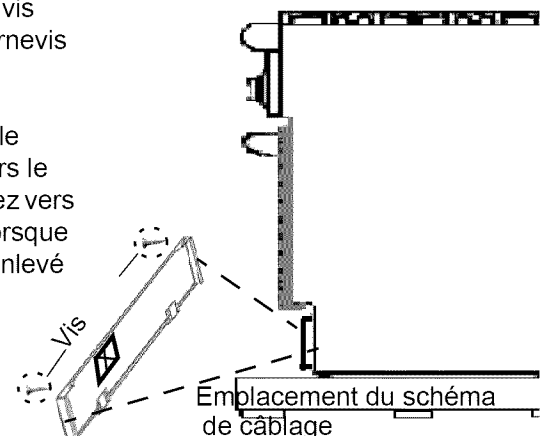
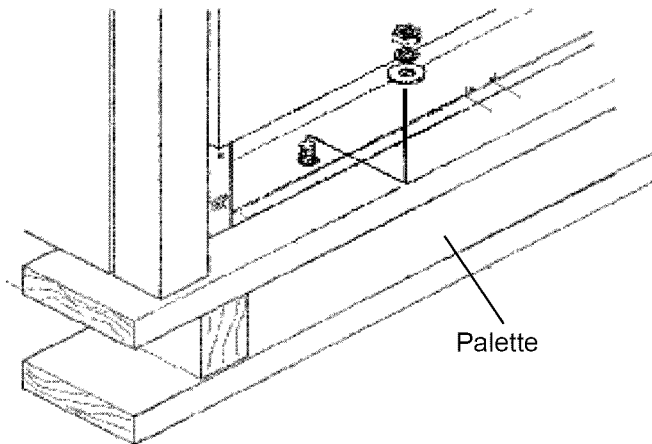

Figure 4 : Retrait du panneau de seuil (plinthe)
Figure 5 : Enlèvement des quatre (4) boulons de transport
3. Les cuisinières sont fixées aux palettes avec quatre (4) boulons (consultez la *Figure 5*). Vous devez enlever le panneau de seuil pour avoir accès aux boulons de l'avant de la palette (consultez la *Figure 4*). Pour enlever le panneau de seuil (plinthe), enlevez les deux vis situées sous les coins inférieurs de la cavité du four et soulevez le panneau de seuil hors des deux saillies de la base de la cuisinière (consultez également la section « *Figure 29 à la page 27* »).